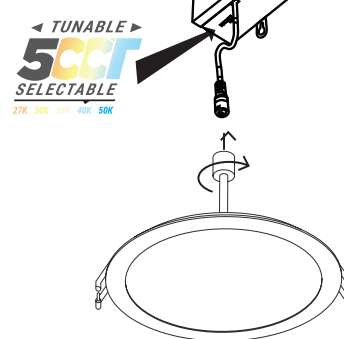

Figure 4
2. Pousser les clavettes sur le montage vers le haut et insérez la base de fixation dans le trou de montage. Relâchez les clavettes et l'appareil sera tiré au ras du plafond. (Figure 4)